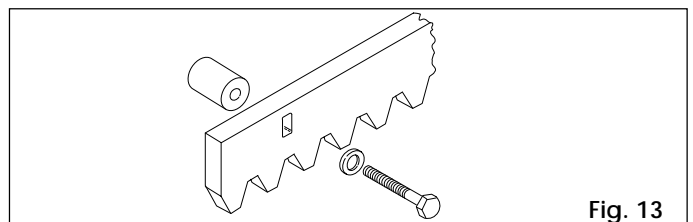

Fig. 13
**4.4.2. SCREW-ON STEEL RACK (Fig. 13)**